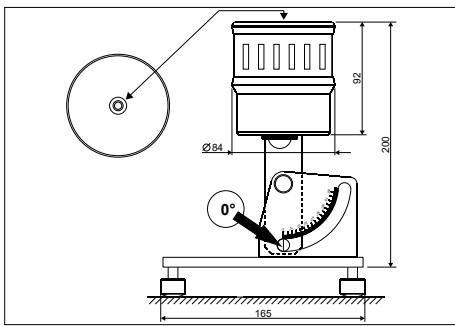

Fig.3:センサの水準
- 日照時間センサをその最終位置に位置決めする前に、センサを垂直に置き、センサの上部にある気泡水準器で、センサを設置するマストあるいはサポートの水平がどれているかどうかを確認してください(Fig.3)。